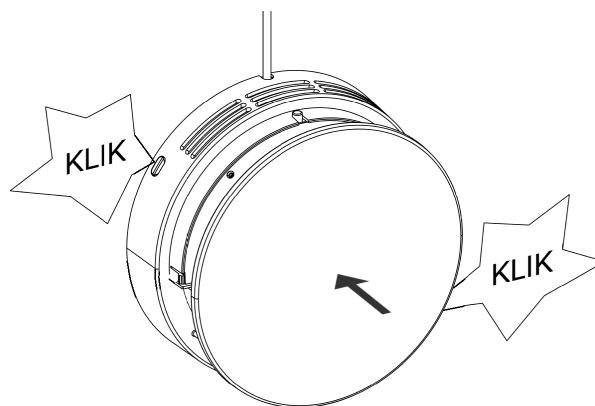

Abbildung 25 - Das Lüftungsgerät wieder in die Wand einsetzen
6. Das Lüftungsgerät wieder in die Wand einsetzen, vorsichtig hineindrücken, sodass die Schnappverschlüsse mit einem kleinen Klick wieder einrasten, siehe nachstehende Abbildung 25 unten.